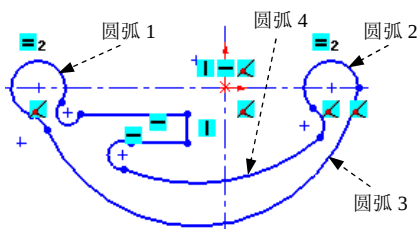

图 2.14.5 添加“重合”约束
Step2. 添加图 2.14.5 所示的“重合”约束。按住 Ctrl 键，选取图 2.14.5 所示的圆弧 1 的圆心和水平中心线，系统弹出“属性”对话框，在 **添加几何关系** 区域中单击 **重合(D)** 按钮；按住 Ctrl 键，选取图 2.14.5 所示的圆弧 2 的圆心和水平中心线，系统弹出“属性”对话框，在 **添加几何关系** 区域中单击 **重合(D)** 按钮；按住 Ctrl 键，选取图 2.14.5 所示的圆弧 2 和圆弧 3 的交点，再选中水平中心线，系统弹出“属性”对话框，在 **添加几何关系** 区域中单击 **重合(D)** 按钮；按住 Ctrl 键，选取图 2.14.5 所示的圆弧 4 的圆心和原点，系统弹出“属性”对话框，在 **添加几何关系** 区域中单击 **重合(D)** 按钮。